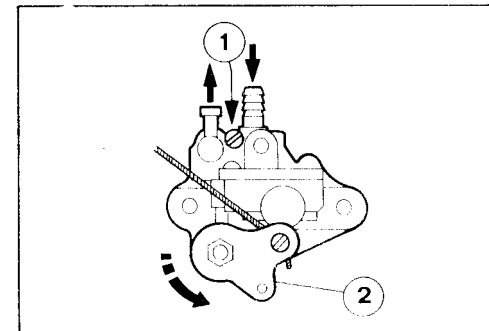

Fig. 14
AVVERTENZA IMPORTANTE: Nel caso si rimanesse senza olio nel serbatoio della lubrificazione separata, evitare di usare il veicolo per non danneggiare irreparabilmente il motore. Effettuare quindi lo spurgo dell'impianto (vedi "Lubrificazione separata" e fig. 14 pag. 19) dopo aver fatto rifornimento con olio specifico.
- Svitare la vite di spurgo (1-fig. 14) ed allo stesso tempo aprire completamente la leva comando della pompa (2-fig. 14) fino a far defluire l'olio, quindi serrare la vite stessa.